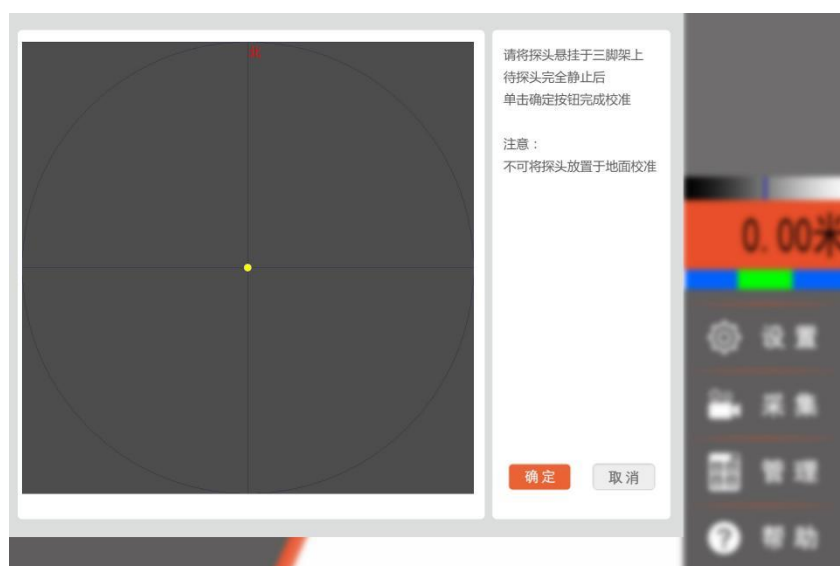

图 2-3 罗盘校准界面
- 4) 点击“罗盘校准”按钮进入罗盘校准环节，以便测斜功能使用，校准界面如图 2-3 所示。